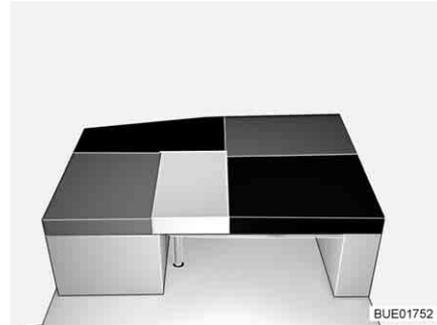

Bild 118 Nach dem Umbau
- Das Rückenpolster des Seitensitzes/der Seitensitzbank auf den Tisch legen (zwischen das Sitzpolster des Seitensitzes/der Seitensitzbank und das Zusatzpolster, siehe Bild 118).